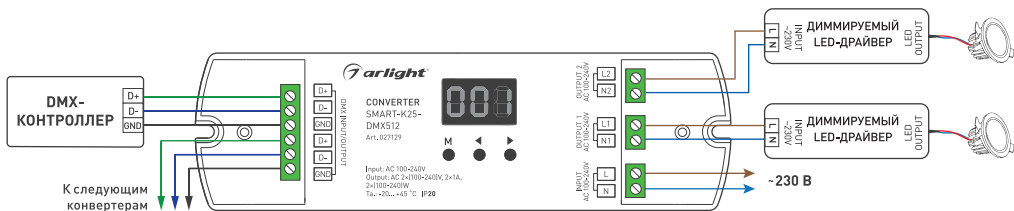

Рисунок 1. Подключение конвертера SMART-K25-DMX
- Подключите конвертер согласно схеме (рисунок 1).